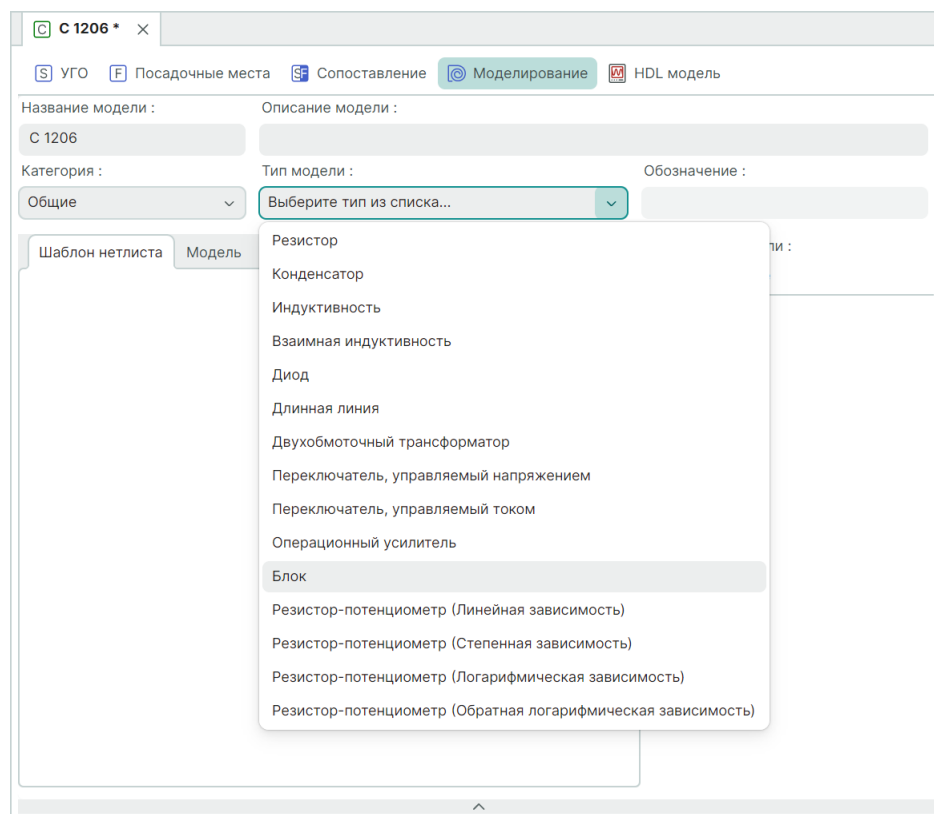

Рис. 13 Выбор типа модели
4. В форме из выпадающего списка «Тип модели» выберите тип модели, см. Рис. 13.